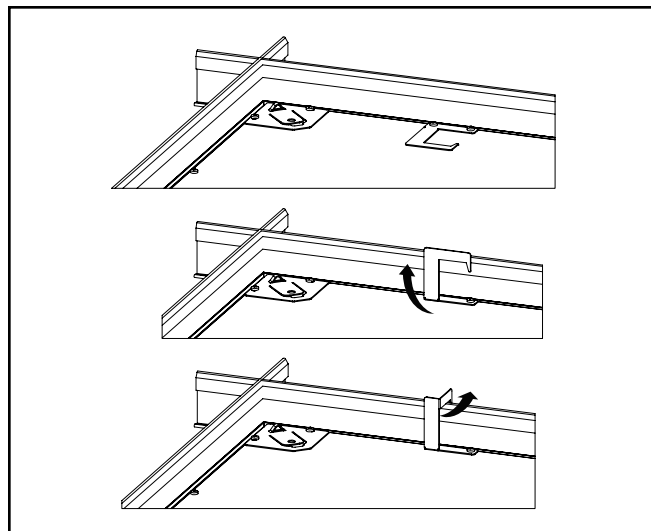

Figura 4.
6. Se proporcionan clips para lograr una unión mayor al sistema de techo. Guíe las 4 lengüetas en la parte posterior del aplique por encima de la red T al doblarlas hacia arriba 90 grados en dirección perpendicular a la parte posterior. Luego, doble las lengüetas 90 grados hacia el marco de la red T. (Figura 4.)